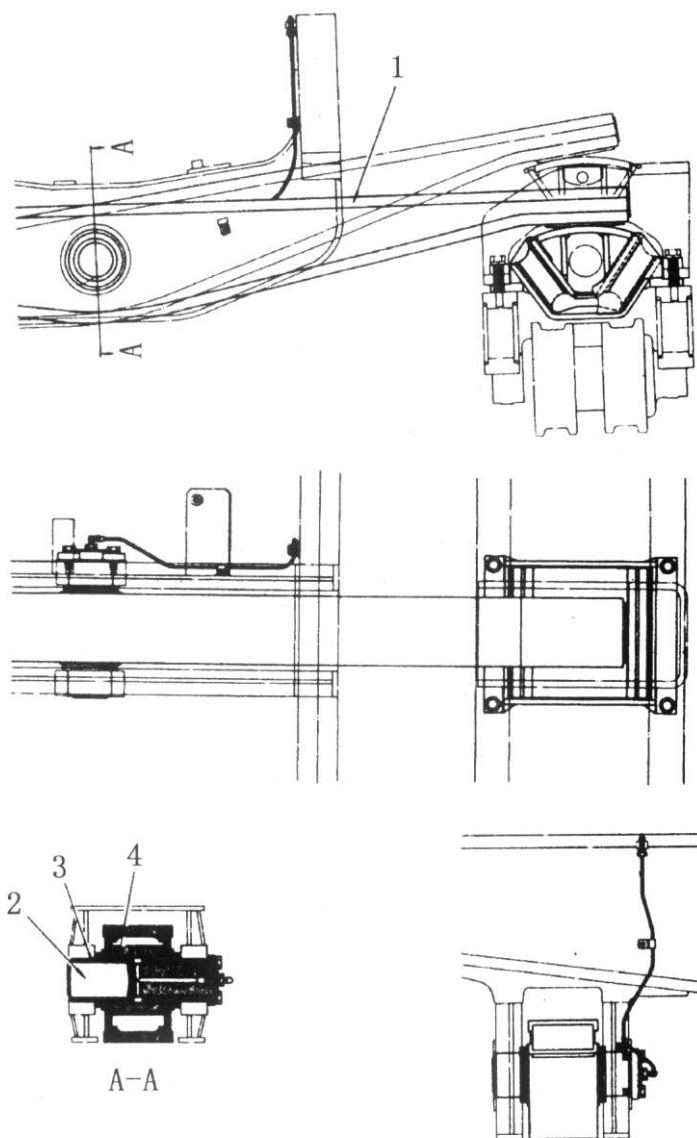

Рис. 5-53.
6. Устройство подвески (Рис. 5-53)